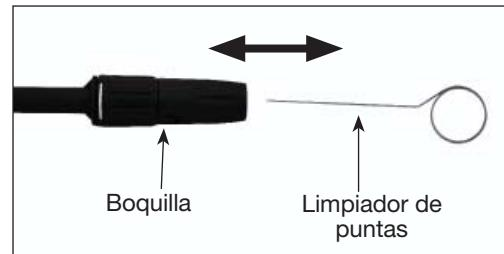

Figura 13
- ◆ PW135002: Vierta jabón en el recipiente del jabón. Ajuste la lanza a la posición de Jabón. Vuelta a baja presión (Figura 13)